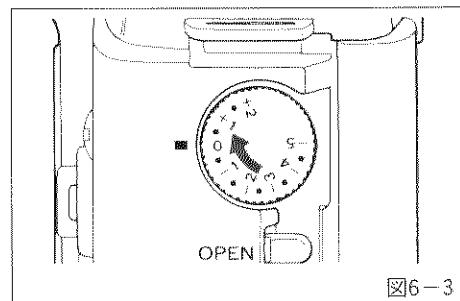

図6-3
- ・写真撮影をする場合は、使用するスコープ、OMアダプターに合わせて下記の表(標準値)に従い露出補正をします。(SC35の取扱説明書「オート撮影のしかた」と一緒にご覧ください)(図6-3)